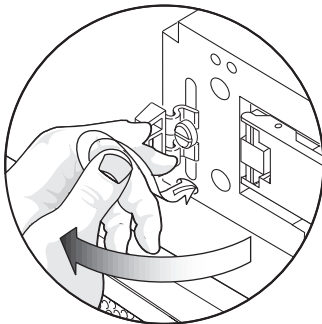

ABBILDUNG 5-9 Drücken des Haltebandes zu einer Seite, bis der Kopf teilweise herauskommt
- 3. Drücken Sie das Halteband als Nächstes zu einer Seite (siehe ABBILDUNG 5-9), sodass der Kopf teilweise aus der Öffnung im Chassis kommt.**